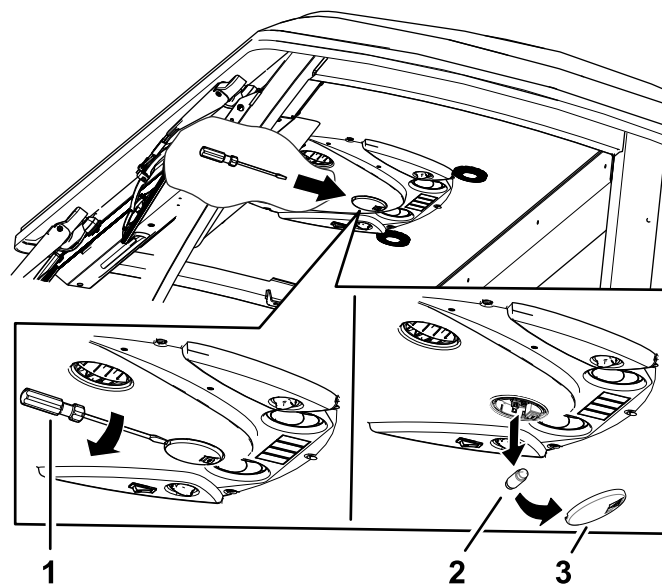

Figure 118
1. Avec un tournevis, enlevez le verre du panneau de commande (Figure 118).
2. Retirez l'ampoule du culot (Figure 118).